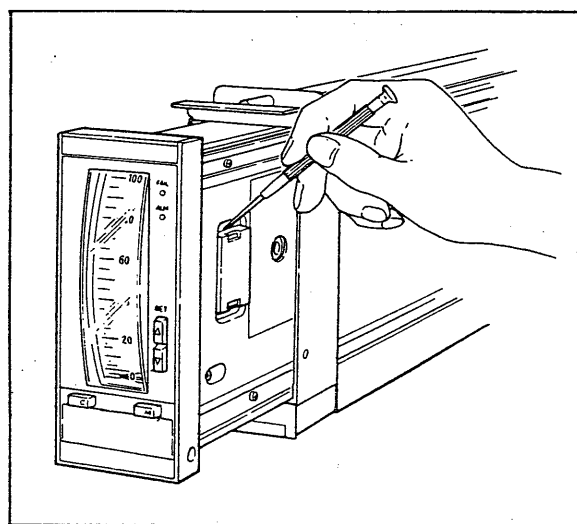

図 6.9 データ保護用電池カバーの取外し
- (1) 内器をハウジングから引出し、取付られている電池カバーおよび電池と一体になっている電池ケースを取出してください(図 6.9 参照)。